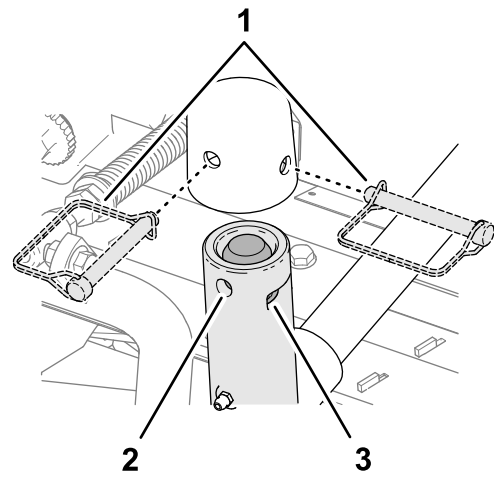

Figure 16
**Blocage du pivot des unités de coupe sur une pente** – Bloquez le pivot des unités de coupe pour empêcher celles-ci de pivoter vers le bas quand vous tondez à flanc de pente. Utilisez le trou dans la chape de pivot (Figure 16) pour bloquer l'unité de coupe. Utilisez la fente pour une unité de coupe de direction.